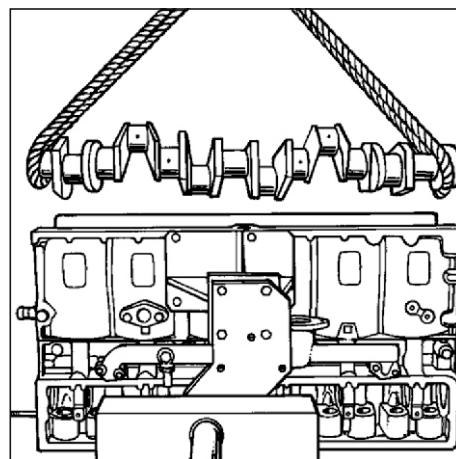

Рис. 35. Снятие коленчатого вала.
6. Снять вал коленчатый (650.1005010) с помощью кран-балки и подвески (см. **Рис. 35**).